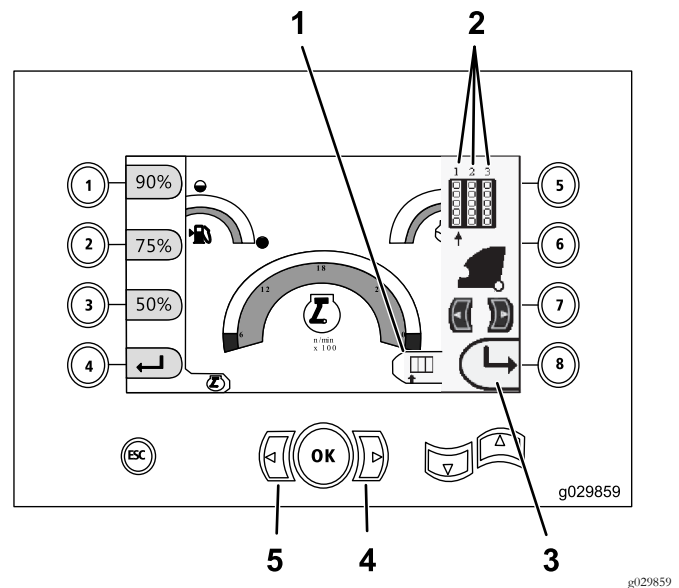

Figure 25
Remarque: L'icône du bouton 8 ne concerne que les versions du logiciel K et suivantes (Figure 25).
- Appuyez sur la flèche vers la droite ou la gauche pour sélectionner le numéro de la rangée à laquelle vous souhaitez accéder (Figure 25).
- Après avoir placé la flèche sous le numéro de la rangée à accéder, appuyez sur le bouton 8 (Figure 25) pour masquer la fenêtre latérale.